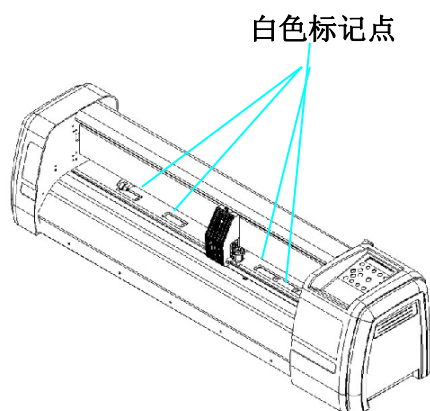

图 4-3
**步骤 3** 然后移动压纸轮到适当的位置，而且压纸轮必须位于走纸滚筒之上。导轨上的“白色标记”将提醒您走纸滚筒的位置（图 4-3）。